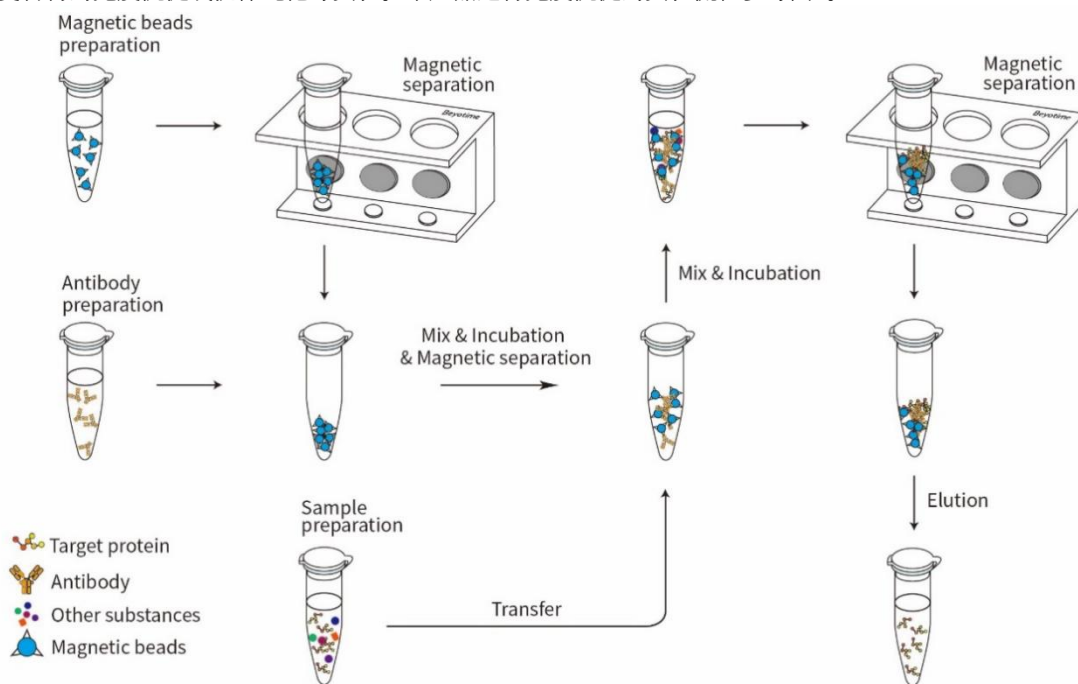

图1. 碧云天的BeyoMag™耐碱Protein A磁珠(P2103)免疫沉淀流程图。
- BeyoMag™耐碱Protein A磁珠可以特异性地结合相应抗体, 并可以借助磁力架等磁分离设备非常便捷地应用于抗体结合的目的蛋白或其蛋白复合物的免疫沉淀或抗体纯化等实验。本产品进行免疫沉淀的实验流程参考图1。